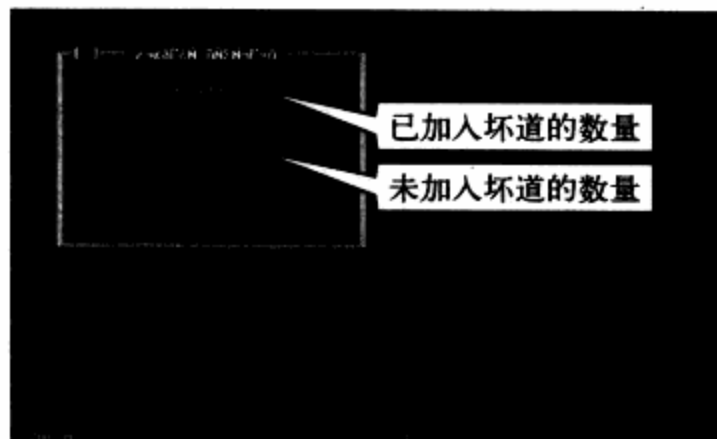

图9-16 完成界面
**步骤 05** 第二次测试完成后接着按Enter键，就会进入加入坏道表的工作，软件会显示已经成功加入G-List的坏扇区数量和未加入G-List的坏扇区数量，完成后弹出完成窗口，直接按Enter键完成修复。如图9-16所示。